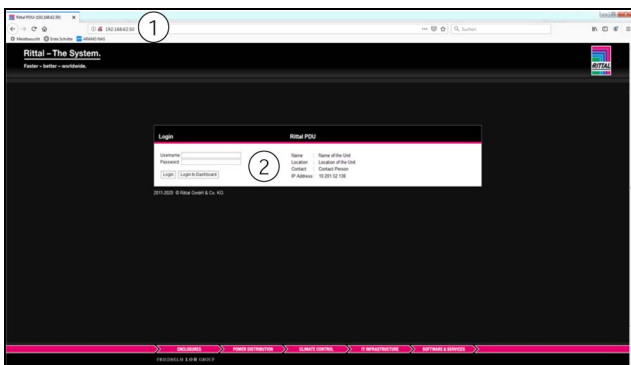

Abb. 17: Anmeldedialog zur Anmeldung am Gerät
- Geben Sie im Browser die angezeigte IP-Adresse ein. Im Beispiel <http://10.201.52.138> (vgl. Abb. 17, Pos. 1). Es wird der Anmeldedialog zur Anmeldung am Gerät angezeigt.
- Melden Sie sich als Benutzer „admin“ mit dem Kennwort „admin“ an (vgl. Abb. 17, Pos. 2)
- Geben Sie im Browser die Adresse **http://192.168.0.200** ein (Abb. 17, Pos. 1). Es wird der Anmeldedialog zur Anmeldung am Gerät angezeigt.
- Melden Sie sich als Benutzer **admin** mit dem Kennwort **admin** an (Abb. 17, Pos. 2).